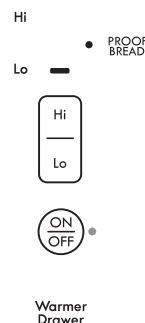

Figura 29: Luz indicadora de fermentado de pan
4. Oprima la tecla **"Lo"** (bajo) nuevamente para activar la función "Proof Bread" (fermentado de pan). La luz indicadora de fermentado de pan se encenderá cuando la función de fermentado de pan esté activa (Figura 29).